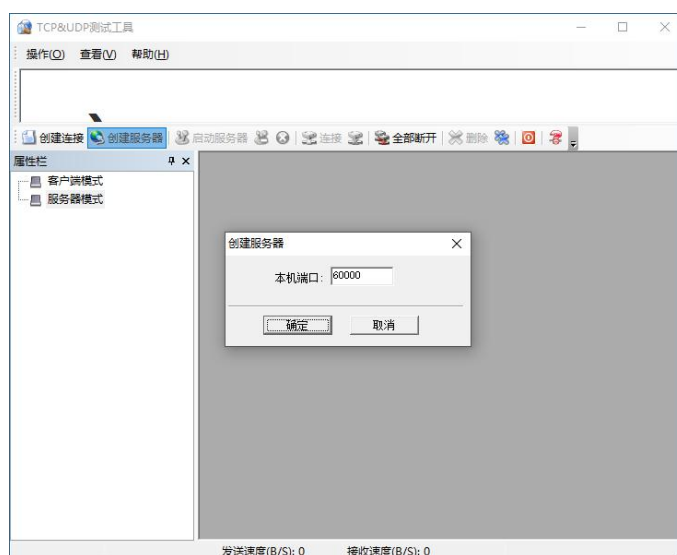

图 10-8 TCP Server 创建
(2) 将电脑 IP 设置为 192.168.0.1（与模块内设置的远程 IP 一致），打开“TCP&UDP 测试工具”，创建服务器端口设置为 60000，其他参数设置如图 10-8 所示。